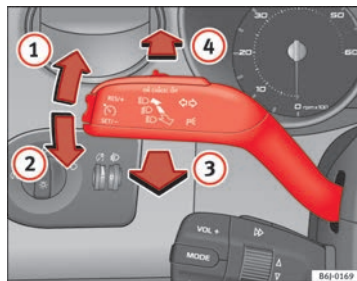

Fig. 60 Leva degli indicatori di direzione e degli abbaglianti
- Spingere la leva verso l'alto (fino al riscontro) ⇒ **fig. 60 ①** se si vuole mettere la freccia **a destra**; verso il basso **②** invece, per mettere la freccia **a sinistra**.